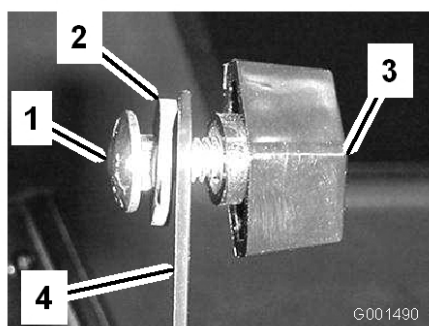

Figure 6
- Posez les 2 vis de carrossier, les rondelles en caoutchouc et les boutons sans les serrer sur le support, comme illustré aux FiguresFigure 5 et Figure 6.